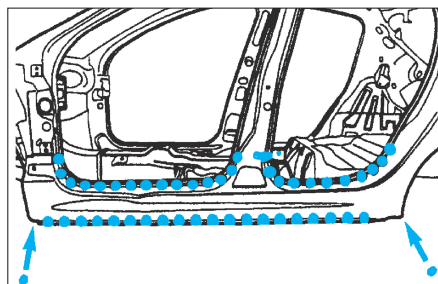

FIG. 100
- par points électriques (avec l'équipement AB1) (Fig.100).